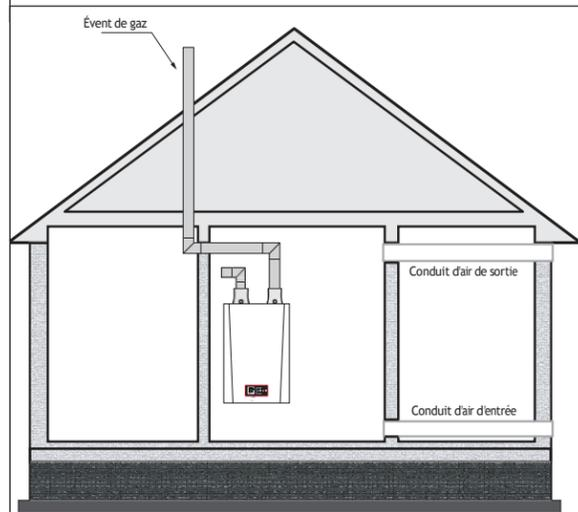

Fig. 4 - L'ensemble de l'air de combustion provient de l'extérieur et passe par des conduits horizontaux
- Lorsqu'elles communiquent directement avec l'extérieur par l'entremise de conduits horizontaux, chaque ouverture doit avoir une superficie libre minimale de pas moins de 1 po ca/2 000 BTU/h de puissance totale requise de tout l'équipement dans l'enceinte. Voir la fig. 4 ci-dessous.